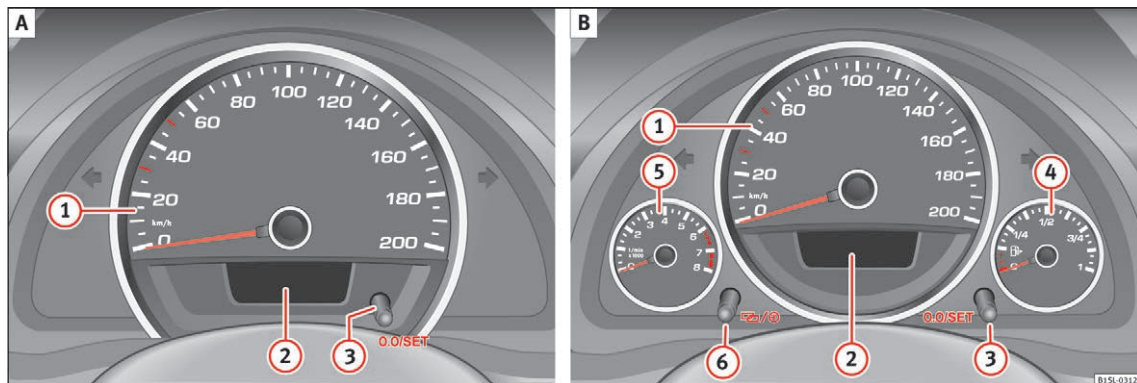

Fig. 95 Kombiinstrument i instrumentpanel: variant 1 (A) og variant 2 (B)
Supplerende informationer vedr. instrumenterne » Fig. 95:
I kombiinstrumentets display  **Fig. 95**  kan der alt efter bilens udstyr blive vist forskellige informationer:
Tidspunktet for næste service vises i kombiinstrumentets display » Fig. 95 ②.